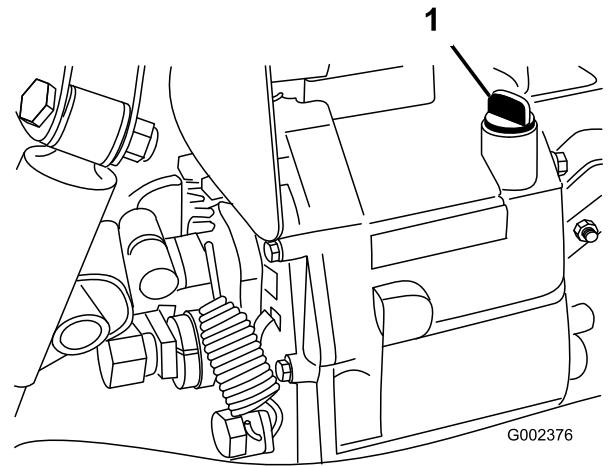

Figura 68
4. Curățați zona din jurul jojei (Figura 68).